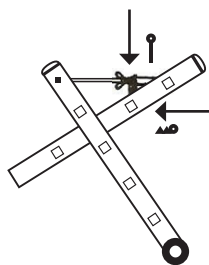

FIGUR 1
- Indfør den lange stige igennem den justerbare stigeramme (se figur 1) og sæt den således, at det tredje trin fra toppen har front direkte mod stålstangen.